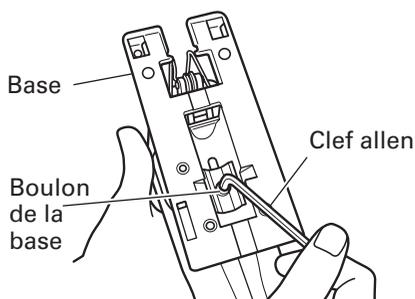
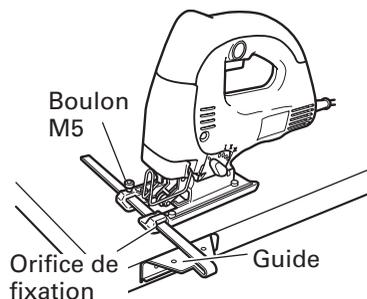

Fig. 11
Fig. 13
- (1) Desserrer le boulon de la base avec la clé allen fixée à la base. (Fig. 11)
- (3) Fixer le guide en le faisant passer dans l'orifice de fixation de la base et serrer le boulon M5. (Fig. 13)
- (4) Régler la position orbitale sur "0".
**REMARQUE:** Pour assurer une coupe précise lors de l'utilisation du guide (Fig. 11), toujours régler la position orbitale sur "0".
- (1) Desserrer le boulon de la base avec la clé allen hexagonale fixée à la base. (Fig. 11, 12)
- (3) Resserrer le boulon M5. (Fig. 11)
- (1) Retirer la clé allen de la base.
- (2) Déplacer la base à fond vers l'avant. (Fig. 11, 12)